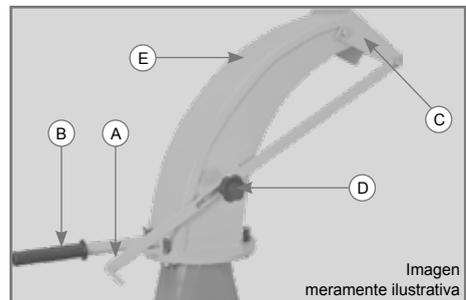

Figura 9
El pico de salida cuenta con regulación de la orientación del quiebra-chorro (C) y giro de 360°. Para realizar la regulación, siga las instrucciones a continuación, como muestra la Figura 9: